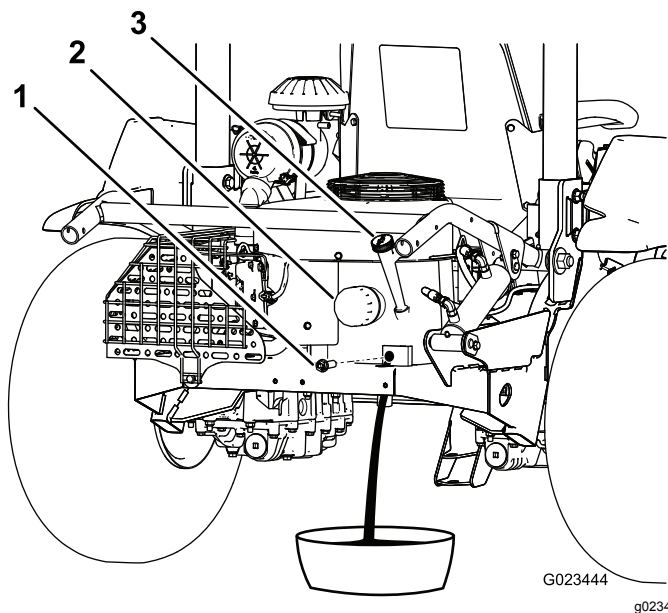

Figura 39
3. Retire o tampão de escoamento (Figura 39) e deixe o óleo escorrer para um recipiente adequado. Quando o óleo parar de escorrer, volte a montar o tampão de escoamento.